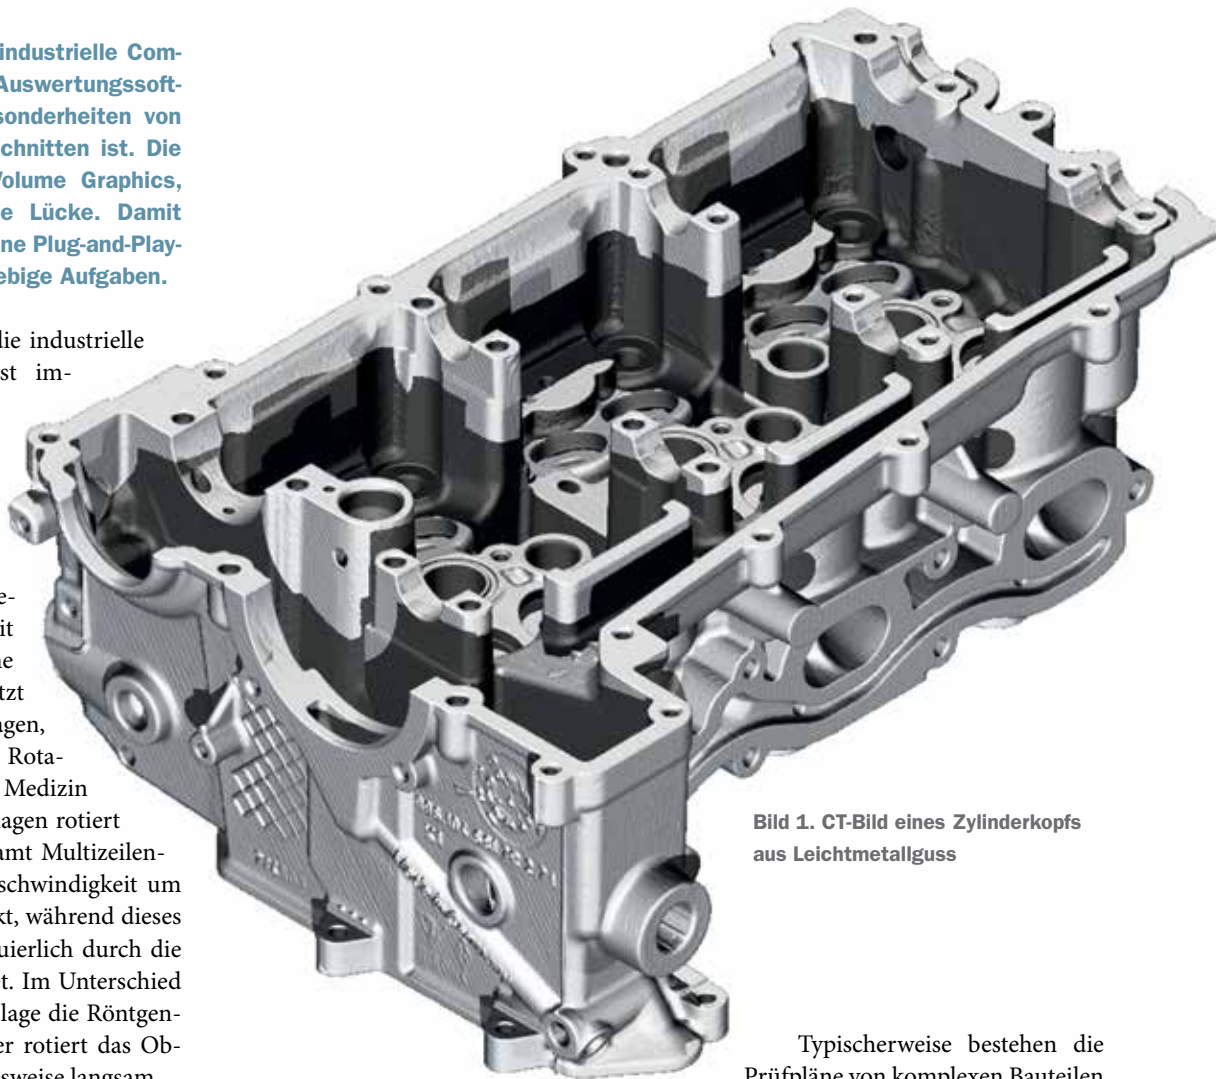
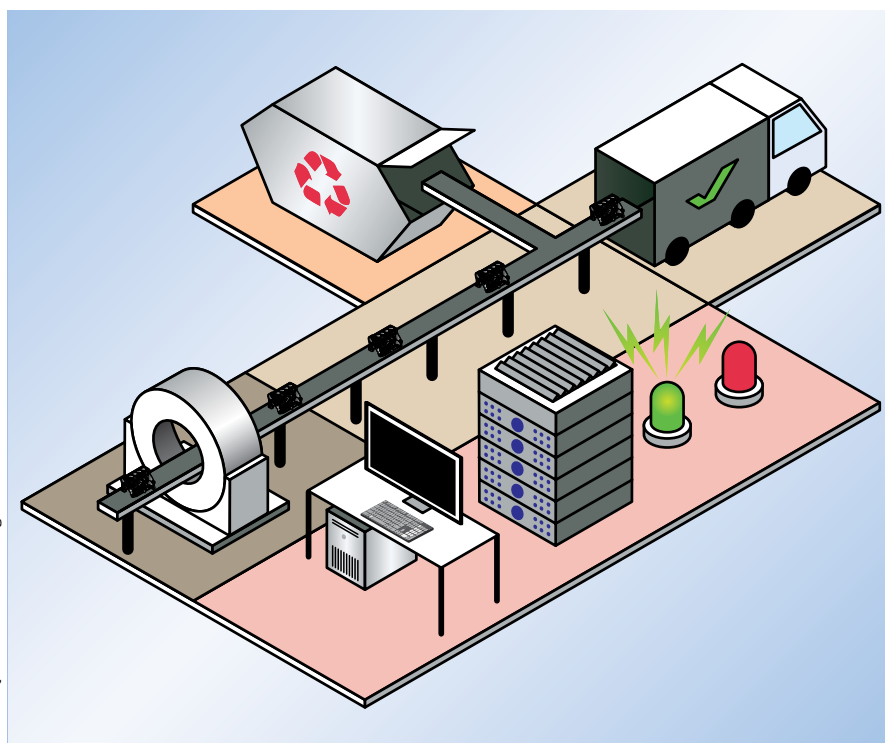

Bild 1. CT-Bild eines Zylinderkopfs aus Leichtmetallguss
Bild 2. Szenario mit InLine-Computertomografie-Anlage: die Guten auf den Lkw, der Ausschuss in den Container
In Diskussionen über die industrielle Computertomografie ist immer häufiger von zwei Arten von Computertomografie (CT) die Rede: von Labor-CT und von Inline-CT (Bild 1). Was ist der Unterschied? Die Inline-CT verrichtet ihre Arbeit in unmittelbarer Nähe der Produktion. Sie nutzt dafür schnelle Anlagen, häufig auf Basis einer Rotationsgantry wie in der Medizin (Bild 2). Bei diesen Anlagen rotiert die Röntgenröhre mitsamt Multizeilendetektor mit hoher Geschwindigkeit um das zu scannende Objekt, während dieses per Förderband kontinuierlich durch die „Röhre“ (Gantry) gleitet. Im Unterschied dazu ist in der Laboranlage die Röntgenröhre fest montiert, hier rotiert das Objekt, und zwar vergleichsweise langsam.